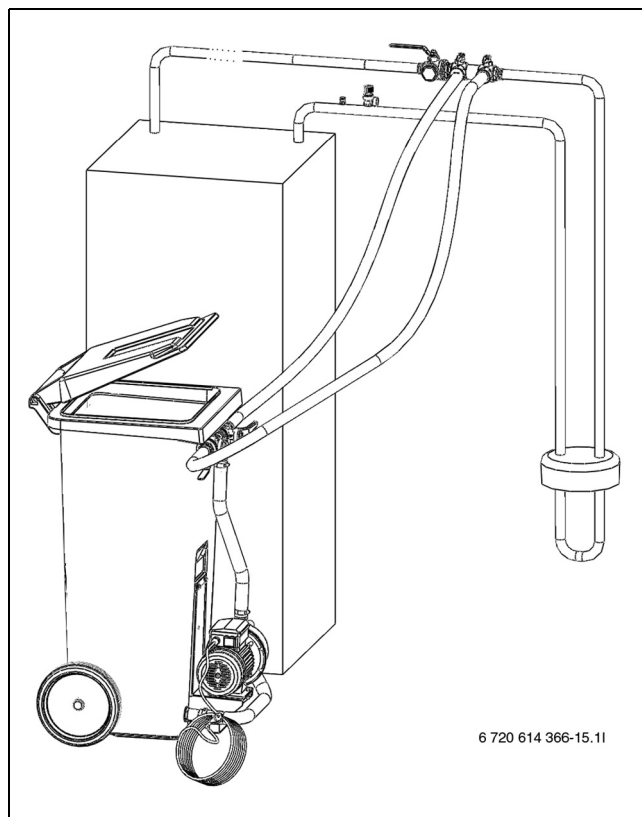

Fig. 13 Remplissage avec la station de remplissage
- Raccorder deux tuyaux entre la station et le dispositif de remplissage (→ fig. 13).